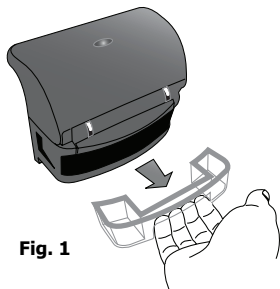

Fig. 1
1. Saque el colector de agua de debajo de la bisagra de la tapa tirando hacia fuera [Fig. 1]. Elimine el agua recogida después de cada uso.